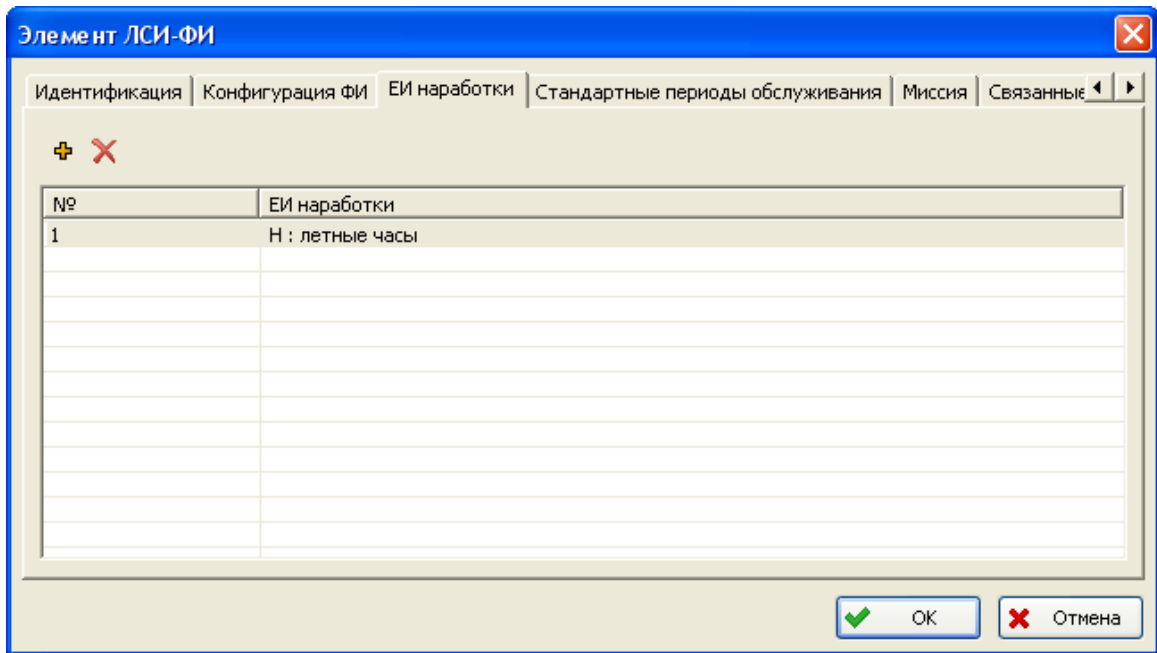

Рис. 3-4
- В появившейся строке в столбце **ЕИ наработки** сделайте двойной щелчок левой кнопкой мыши и из появившегося списка с доступными единицами измерения наработки выберите нужную единицу измерения (рис. 3-4).